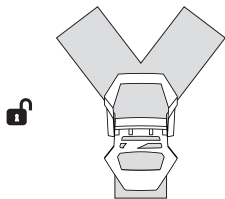

Fig. 3a
- Abra el ajustador de la correa (Fig. 3a)